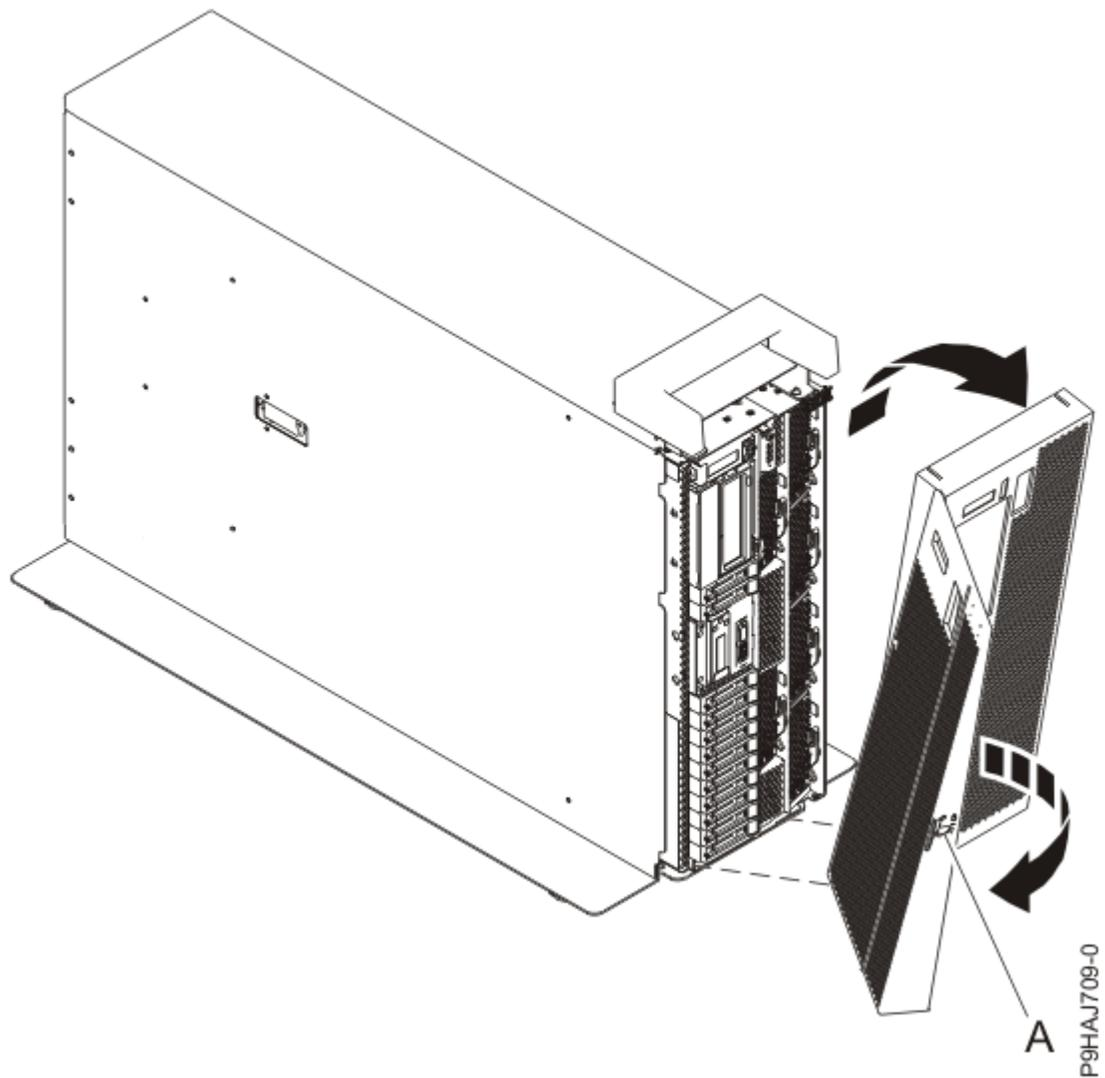

Figura 8. Extracción de la cubierta frontal
- d) Extraiga la cubierta del sistema tal como se muestra en la Figura 8 en la página 10. La cubierta tiene una hendidura que le permite sujetarla más fácilmente.